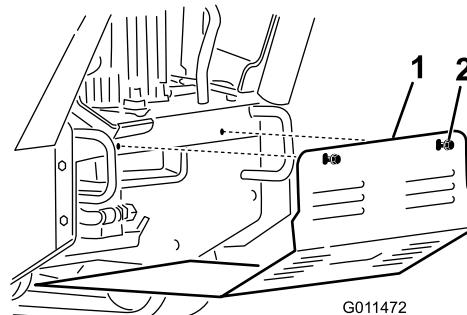

Figura 27
2. Afloje secuencialmente los dos pernos que sujetan el protector inferior hasta que el deflector quede libre (Figura 27).
2. Coloque el protector inferior en la máquina de manera que descance sobre las 4 pestañas (Figura 27).